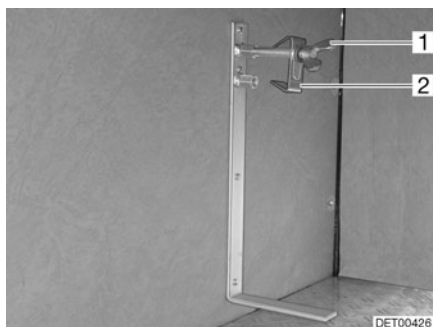

Fig. 194 Etrier de roue de secours
- Desserrer la vis (Fig. 194,1) et l'enlever avec le centrage (Fig. 194,2).